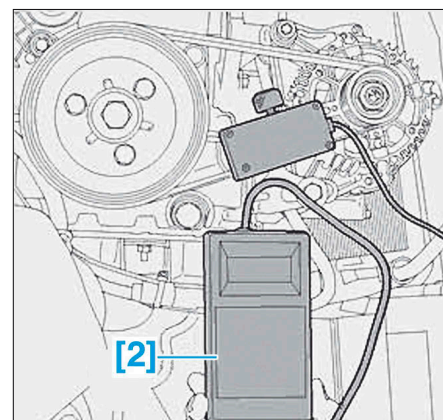

FIG. 3
- Mettre en place l'outil [2] sur la courroie (Fig.3).